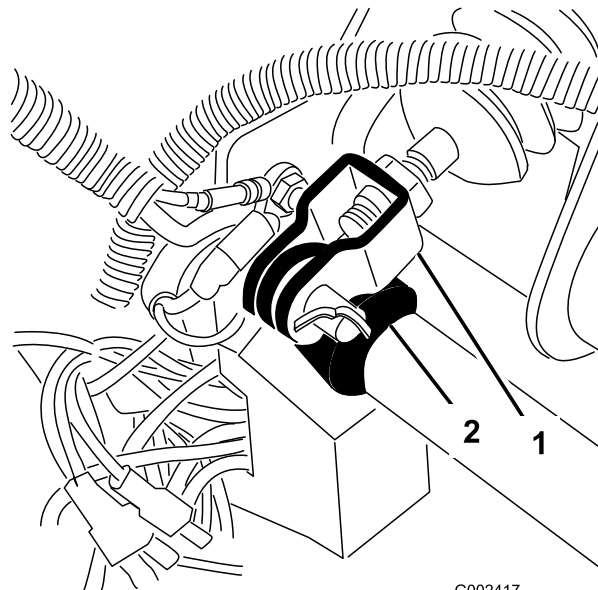

Bild 64
1. Nehmen Sie den Splint und Lastösenbolzen ab, mit denen das Hauptzylinderjoch am Bremspedalgelenk befestigt ist (Bild 64).